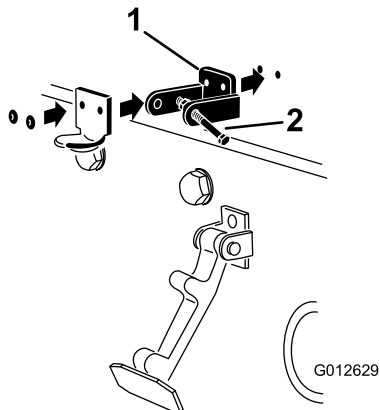

Figure 6
4. Alignez les trous de montage et positionnez le support de verrouillage et le support du loquet sur le capot (Figure 6).
6. Rivez les supports et les rondelles sur le capot (Figure 6).